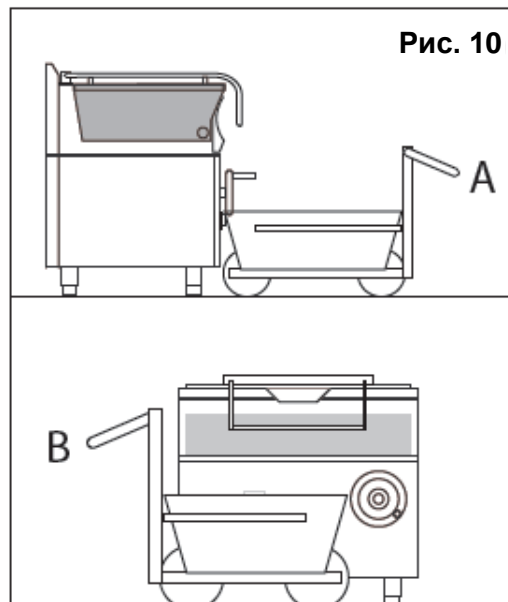
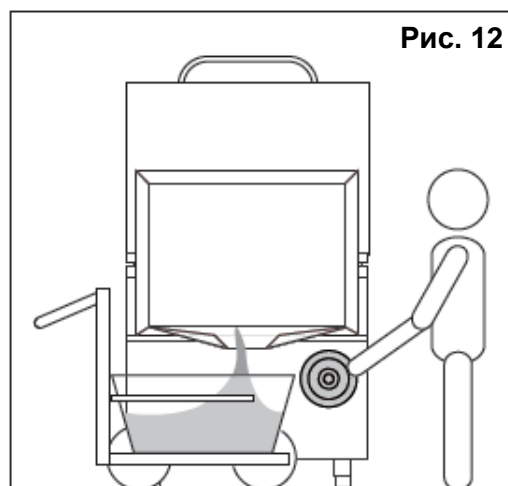

Рис. 10
Рис. 12
После завершения готовки под готовочной камерой размещают и фиксируют приемную емкость (из подходящего материала и достаточного объема) (см. рис. 10 А/В).
- Приготовленная заранее емкость для продуктов (рис. 10 А/В) должна располагаться таким образом, чтобы не препятствовать вращению маховика (рис.12);
- Встав сбоку изделия, начать поворачивать маховик (рис. 12). Готовочная камера должна начать наклоняться, давая продуктам соскользнуть в приемную емкость;